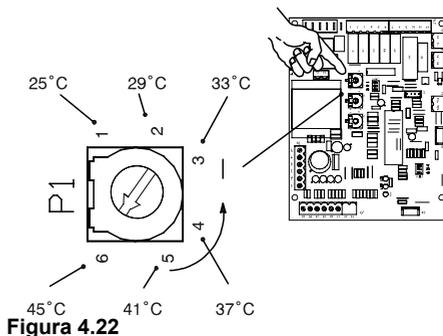

Figura 4.22
- In Figura 4.22 il trimer è settato per una temperatura di 45°C.